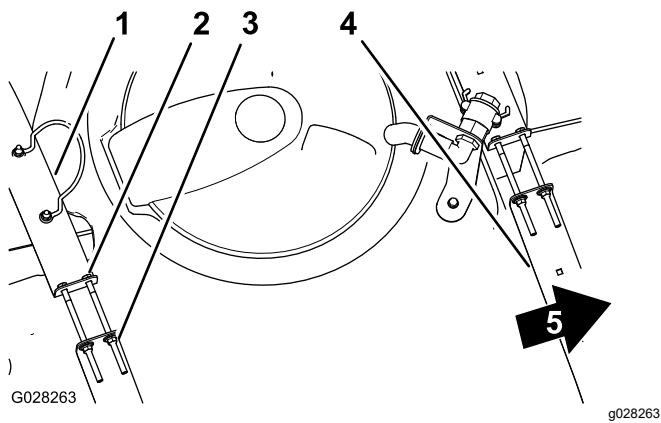

图 20
2. 检查药缸箍带与药缸之间是否有任何活动图 20。
- 3. 如果药缸箍带与药缸之间有松动应拧紧箍带顶部的凸缘锁紧螺母和螺栓直到箍带与药缸表面齐平图 20。